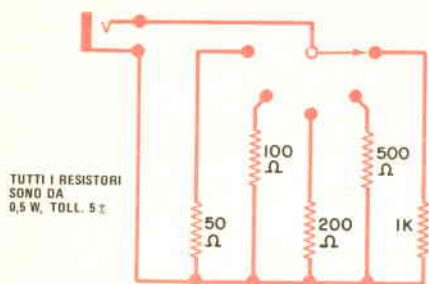

Fig. 2 - La calibratura del misuratore di sale deve essere controllata periodicamente usando resistenze di valori noti.
- Scatola di protezione, manopole, resistori al 5% i cui valori sono indicati nella fig. 2, jack fono da 6 mm per il circuito di riferimento, cavo per la sonda, cordone di rete, portafusibili, filo per collegamenti, stagno, e minuterie varie.
Il misuratore di sale deve essere periodicamente controllato per confronto con un riferimento di calibratura di resistenza nota. Tale riferimento può essere fatto con un commutatore rotante, con alcuni resistori al 5% e con un jack fono, adatto allo spinotto a quattro conduttori usato per PL1 (ved. fig. 2). Il montaggio si può fare in una scatoletta esterna oppure, se si dispone di spazio, sul pannello frontale del misuratore di sale, nel quale caso potrà essere sempre disponibile. Inserendo lo spinotto del misuratore di sale nel jack del circuito di riferimento, si potrà così ottenere dallo strumento un'indicazione analogica, esente da errore.